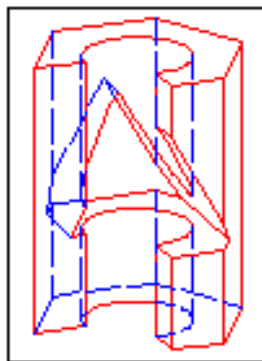

Рис.5.55
35. В командной строке ввести команду **Т-рисование (Soldraw)** и прицелом щёлкнуть рамку видового экрана с диметрией, **Enter** (рис.5.55).